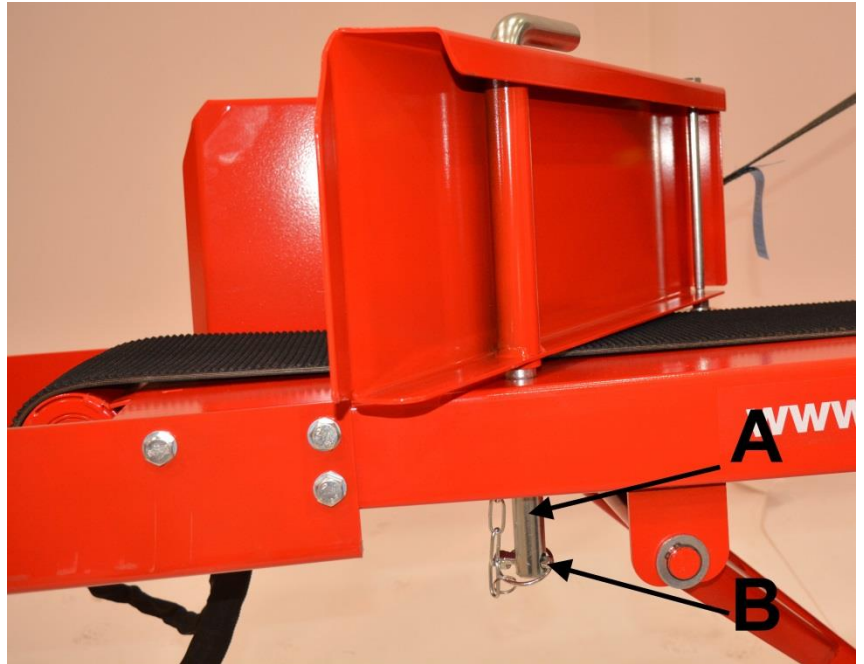

Bild 5.
4. Avlägsna sprinten B på bild 5 och lyft upp låstappen A från sin plats.
5. Vänd vedstyrplattan till arbetsläget och fäst låstappen A enligt bild 5 med hjälp av sprinten B.